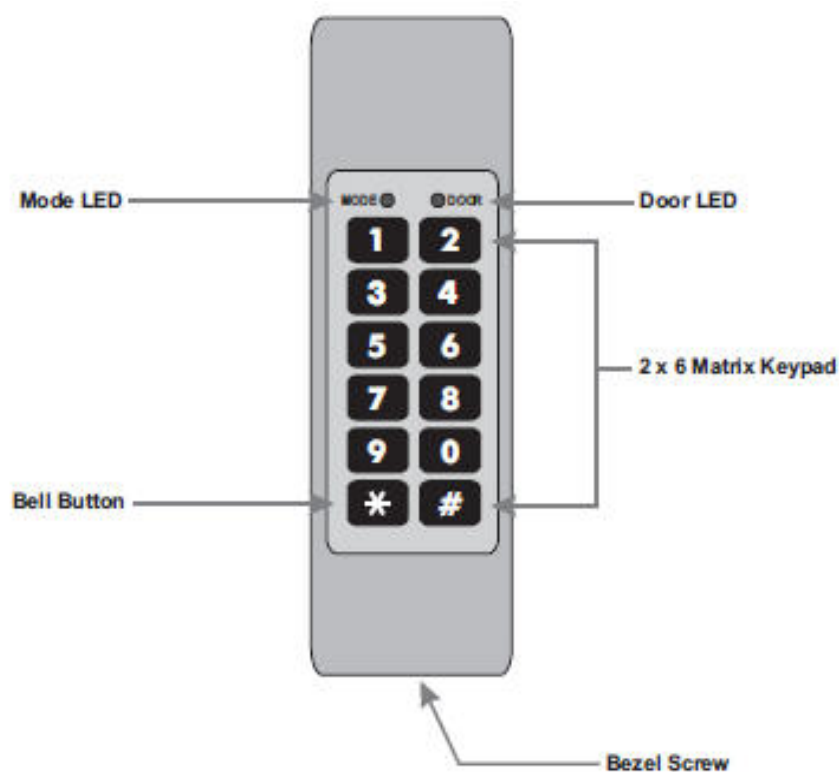

Figura 1: Controlador AC-C32 – Diagrama con identificadores
2. Extraiga el Tornillo de Bisel que incluye el AC-C32 (Ver Figura 1).